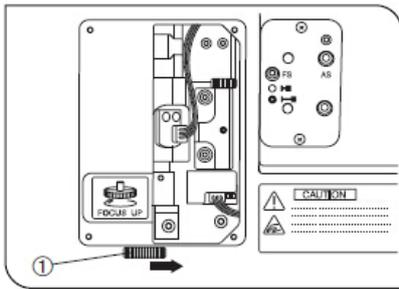

图 3
- 将主开关拨到“o”（关闭），使用十字改锥卸下照明器的右侧板，向与图中所示方向相反的方向（即顺时针）旋转手动旋钮，降低物镜转换器（图 3）。